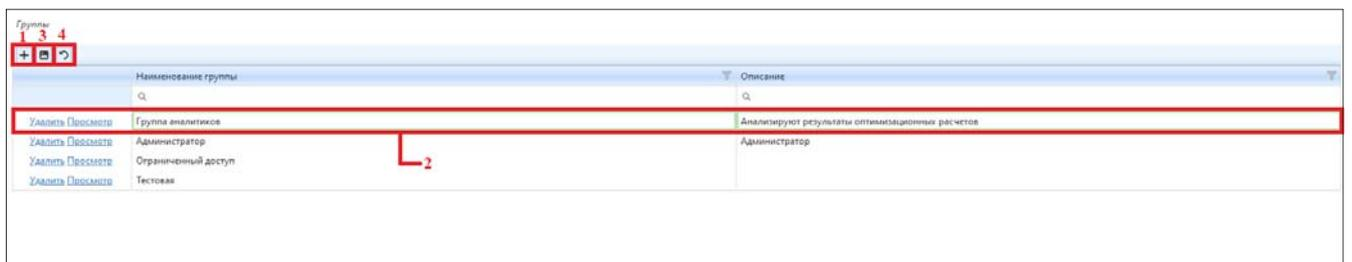

Рисунок 4.1.4 – Процедура создания новой группы пользователей
- 1) нажать на кнопку (1) «Добавить строку» (рис. 4.1.4) для добавления новой строки в таблице с группами пользователей (рис. 4.1.4);
- 3) нажать на кнопку (3) «Сохранить изменения» (рис. 4.1.4) для сохранения строки с записями в таблице, которая соответствует новой группе пользователей. Для отмены внесенных изменений в таблице нажать на кнопку «Отменить изменения» (рис. 4.1.4).